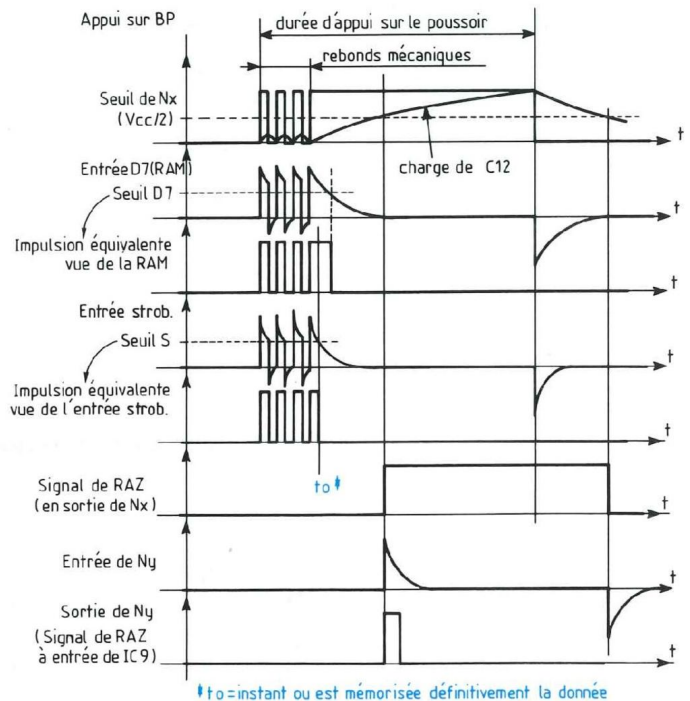

Fig. 25 : Chronogramme de fonctionnement du circuit de fin de séquence.
- une impulsion de «RAZ» sur le compteur de texte (R24, R30, C14), pour permettre le défilement de la séquence dès qu'on bascule I_1 (interrupteur de lecture/écriture). Une période de retard τ (R27, C12) empêche l'initialisation tant que les signaux précédents sont actifs (D7, Strobe). Les chronogrammes de la figure 25